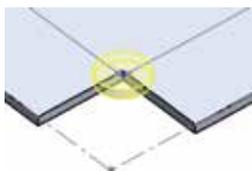

图 5.216 圆形释放槽
- **圆形** 释放槽类型：用于在释放槽边线处切除圆形形状材料，如图 5.216 所示。